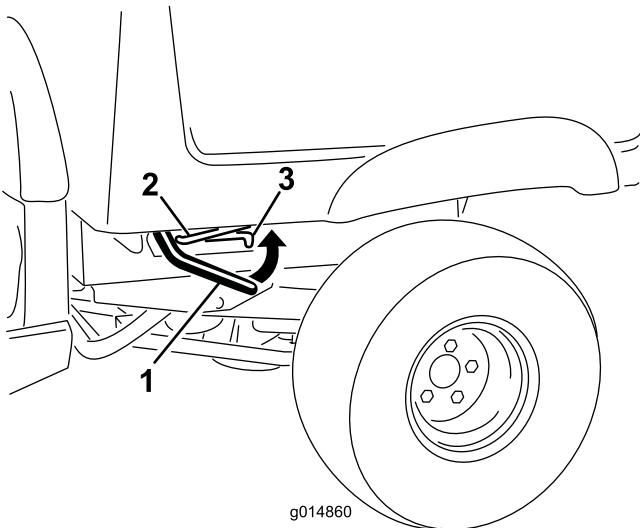

Рисунок 11
1. Поднимите один из рычагов защелок, которые находятся с обеих сторон машины рядом с передними углами грузового кузова, и поднимите кузов (Рисунок 11).
2. Закрепите грузовой кузов, вставив опорную стойку в заднее фиксированное положение в конце паза, находящегося в левой раме машины (Рисунок 11).
1. Немного приподнимите грузовой кузов, нажав вверх на рычаг защелки (Рисунок 11).
2. Вытяните опорную стойку из паза с фиксацией (Рисунок 11).
3. Опустите кузов, чтобы он надежно зафиксировался защелками (Рисунок 11).